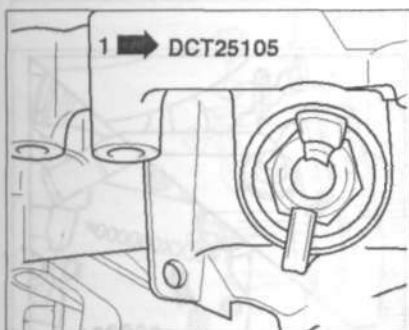

Рис. 2.26. Дата производства коробки передач.
5. Дата производства выбита на коробке передач, например, DCT25105 означает, что коробка передач с кодом DCT произведена до 22.10.95 (рис. 2.26).